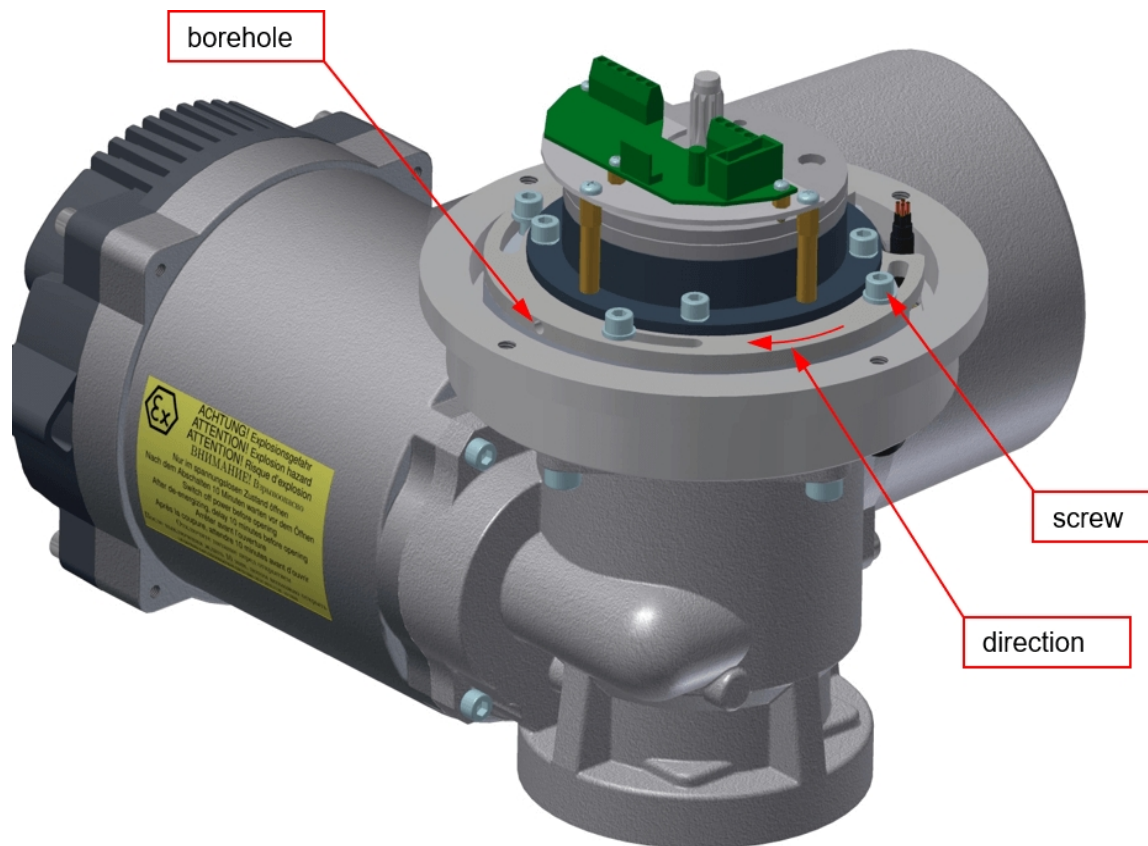

Рисунок 11: Регулювання швидкості
2. Ослабте, але не виймайте 4 шт. гвинтів, як показано на Рисунок 11, стор. 22.